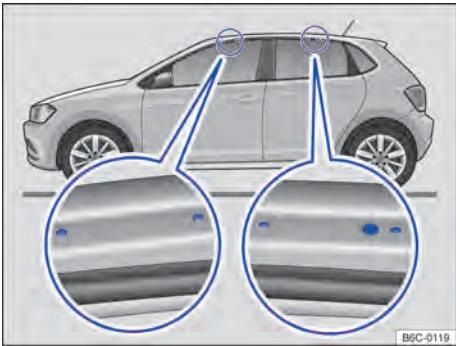

Fig. 156 Pontos de fixação dos suportes de base do bagageiro do teto (ambos os lados).
Os furos ou marcações dos pontos de fixação dos suportes de base ficam visíveis com a abertura das portas (dianteiras e traseiras) do veículo e encontram-se no lado nas vigas do teto → **Fig. 156** (lupa). Os furos ou marcações para fixação atrás encontram-se no lado inferior das vigas do teto → **Fig. 156** (lupa direita).
- Fixar os suportes de base somente nas marcações indicadas na figura → **Fig. 156**.